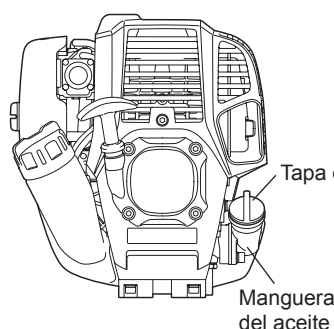
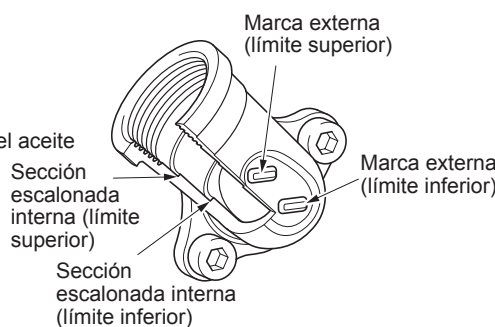

Fig. 1
Fig. 2 Manguera del aceite
- Ajuste el nivel del motor, quite la tapa del aceite (Fig. 1) y verifique si el aceite se encuentra o no dentro del rango entre las marcas de los límites superior e inferior de la manguera del aceite (Fig. 2).